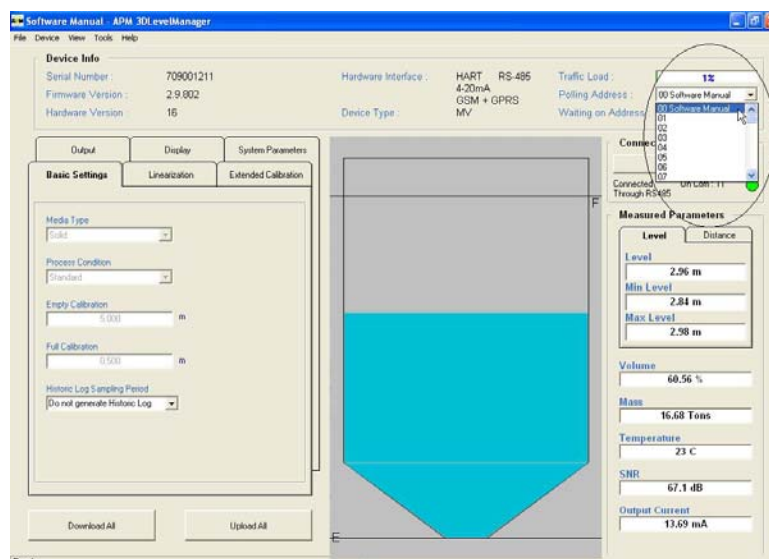

Рисунок 40
- Для просмотра и конфигурирования конкретного уровнемера в сети выберите его сетевой адрес в поле **Polling Address** в верхнем правом углу основного экрана программы (см. Рисунок 40)